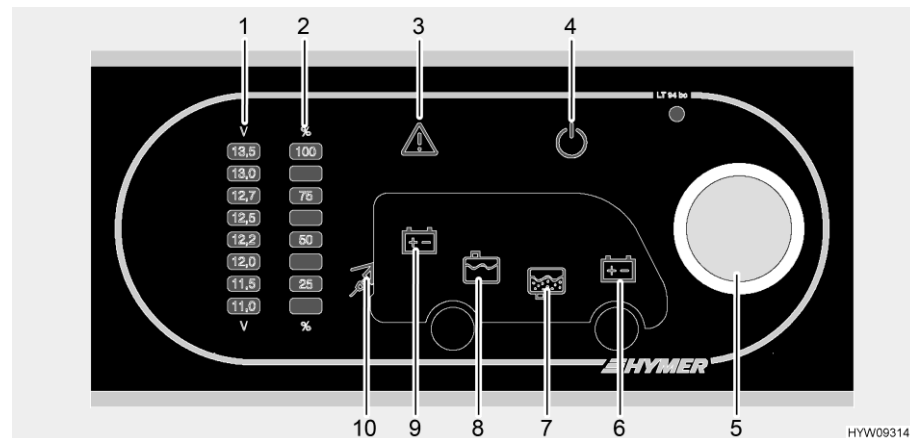

Bild 105 Panel (LT 94)
Med vridknappen (Bild 105,5) kopplas panelen och bodelens 12 V-försörjning till eller från.
Slå på: ■ Tryck på vridknappen (Bild 105,5): 12 V-försörjningen för bodelen är påslagen. 12 V-kontrolllampan (Bild 105,4) lyser.
Slå från: ■ Tryck på vridknappen (Bild 105,5): 12 V-försörjningen för bodelen är avstängd. 12 V-kontrolllampan (Bild 105,4) slocknar.
Med vridknappen (Bild 105,5) kan både spänningen av bodelsbatteriet och spänningen av startbatteriet avläsas. Spänningen visas på visarskalan för batterispänning (Bild 105,1).
Indikeringar: ■ Vrid vridknappen (Bild 105,5) tills symbolen av batteriet som ska avläsas lyser.
Bodelsbatteriets spänning visas (Bild 105,9)
Startbatteriets spänning visas (Bild 105,6)
- Spänningen avläses på visarskalan batterispänning (Bild 105,1).
Med hjälp av vridknappen (Bild 105,5) kan såväl nivån i vattentanken som i avloppstanken avläsas. Nivån visas på visarskalan för tanknivån (Bild 105,2).
- Vrid vridknappen (Bild 105,5) tills symbolen av tanken vars nivå ska avläsas lyser.
Vattentankens nivå visas (Bild 105,8)
Avloppstankens nivå visas (Bild 105,7)
- Nivån visas på visarskalan för tanknivån (Bild 105,2).
Varningslampan alarm (Bild 105,3) blinkar, så snart som definierade gränsvärden överskrids eller underskrids.
Varningslampan alarm (Bild 105,3) blinkar, batteriets spänning är under 11 V. Om 12 V-försörjningen är påkopplad, lyser dessutom resp. batterisymbol upp (Bild 105,6 eller 9), och displayen "11,0" på visarskalan batterispänning (Bild 105,1) blinkar. Snart djupurladdning.
Varningslampan alarm (Bild 105,3) blinkar och resp. tanksymbol (Bild 105,7 eller 8) lyser upp, så snart som vattentanken eller avloppstanken är full.
230 V-kontrollampan (Bild 105,10) lyser när nätspänningen ligger på el-blockets ingång.